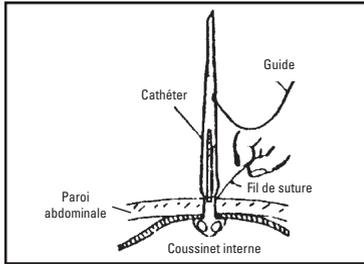

Figure 2
- Saisir l'extrémité lâche de la bande déchirable (matériau de suture noir situé à l'extrémité distale de la bande rouge) et tirer le long de la bande rouge (dans le sens opposé au patient) (Figure 2).